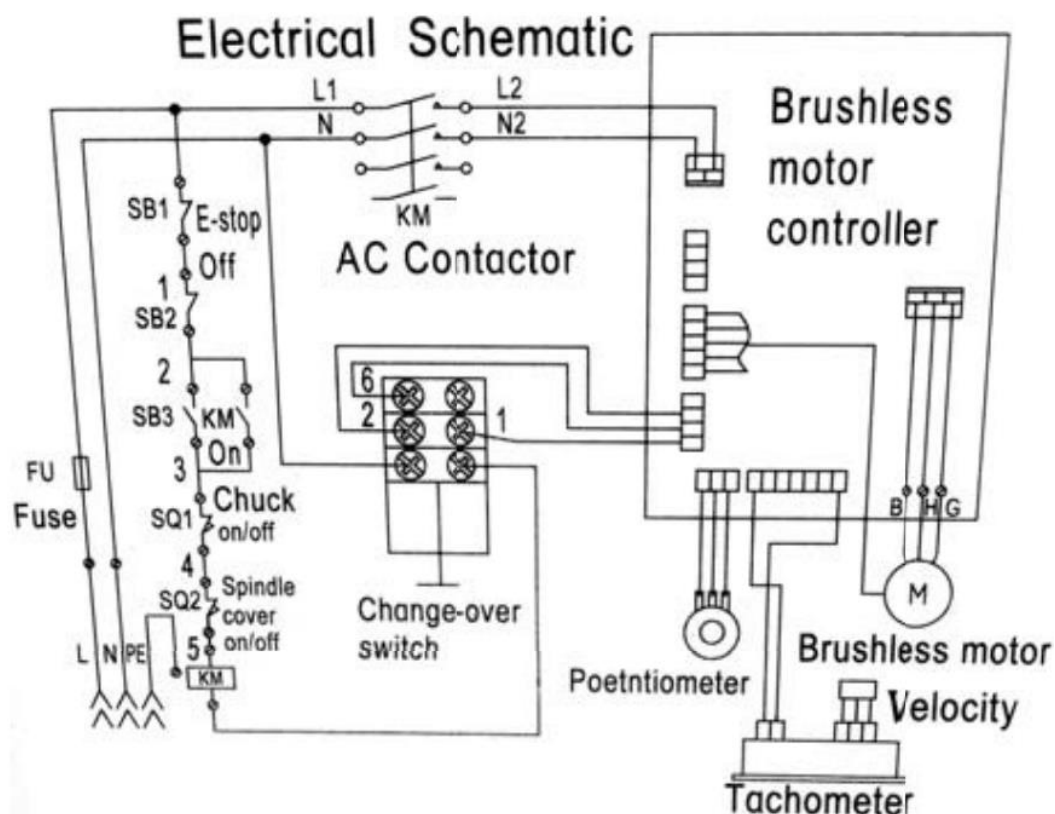

Рис. 16
1. Приложение 1 - Электрическая схема (рис. 16, таблица 17);